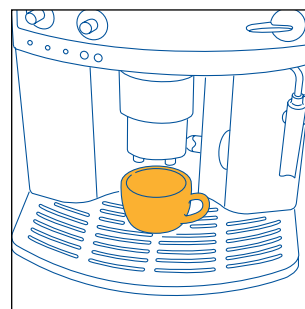
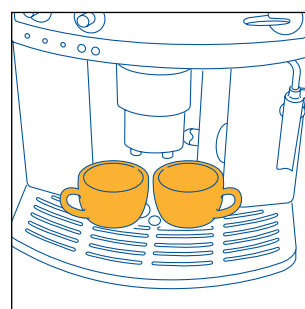
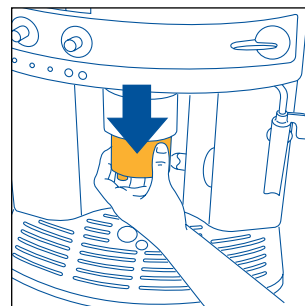

Fig. 9
Fig. 10
Fig. 11
- 4) Mettere sotto i beccucci dell'erogatore una tazza se si vuole 1 caffè (fig. 9) oppure 2 tazze per 2 caffè (fig. 10). Per ottenere una migliore crema, avvicinare il più possibile l'erogatore caffè alle tazze abbassandolo (fig. 11).